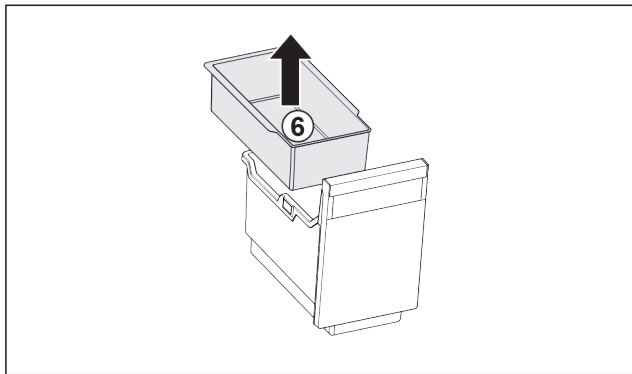

Fig. 90
- ▶ Извадете окачващата се поставка Fig. 90 (6).